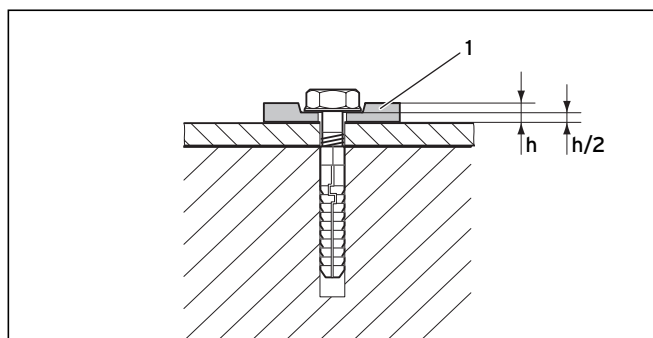

Рис. 5.17 Крепление с помощью гибких подкладных шайб
Для компенсации расширения материала обязательно используйте 4 гибкие подкладные шайбы (1). Запрессуйте подкладные шайбы на 50%, см. рис. 5.17.